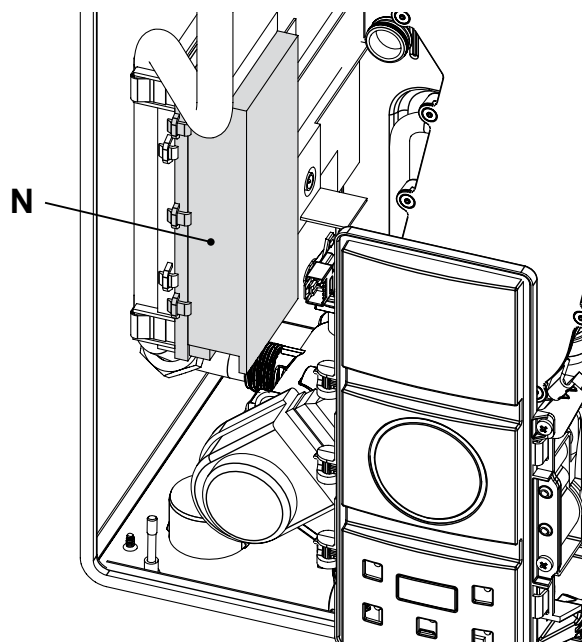

Figura 5.19
- Individuare il coperchio copri morsetti N (Figura 5.19 ) ed aprirlo.